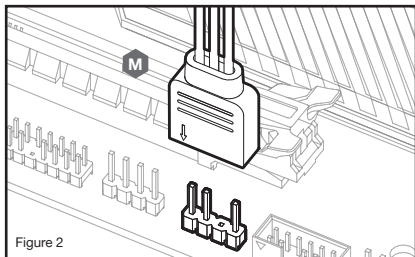

Figure 2
2. Присоедините гнездовой разъем КАБЕЛЯ АДАПТЕРА RGB к разъему Digital RGB на материнской плате. Проверьте, что стрелка на КАБЕЛЕ АДАПТЕРА RGB подключена к +5В на материнской плате (рис. 2).